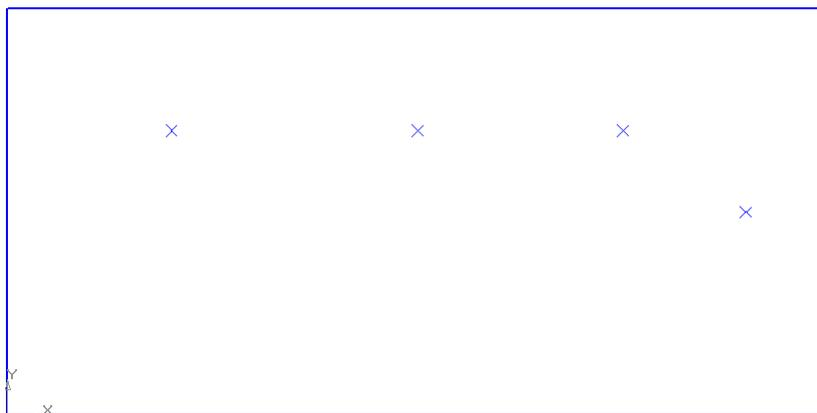

Рис. 21.5.
3.3. Удалите вспомогательные прямые – вы получите заготовку шаблона с разметкой центров отверстий (рис. 21.5).